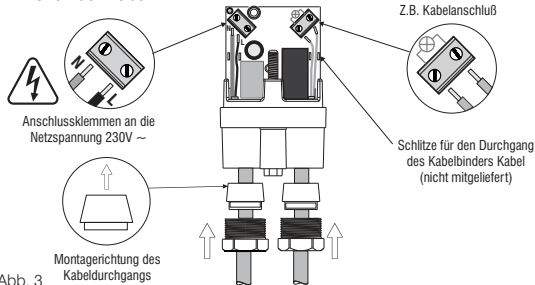

Abb. 3
- Loch in die Membrane der Kabeldurchgangsdichtungen machen und Kabel durchziehen (Abb.3);